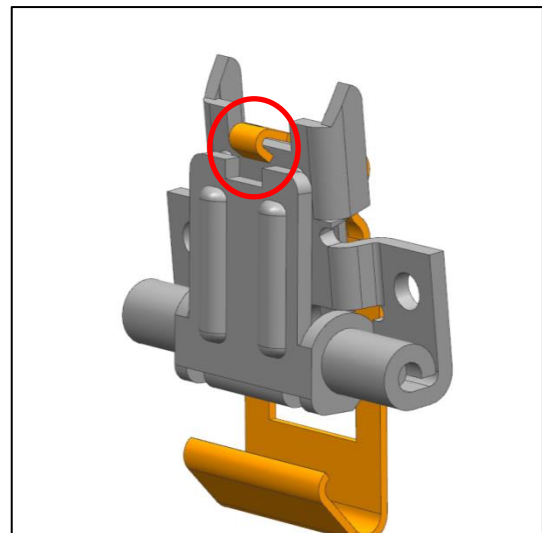

Abb. 41
- b) Der Rastschieber ist am Halteblech fixiert, sobald dieser wie in Abb. 41 zu sehen ist einhakt.